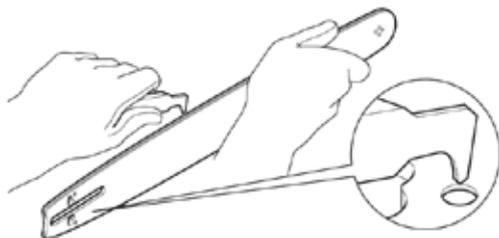

Fig. 48
4. Nettoyer les résidus sur le guide chaîne (13) en utilisant un tournevis, un couteau à mastic, une brosse métallique ou un outil similaire. Cela permettra à l'huile de fournir une lubrification adéquate au guide (13) et à la chaîne (14) (Fig. 48)